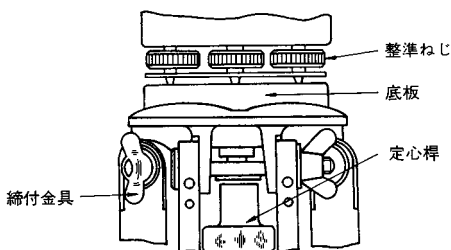

図2
1. 三脚バンドをはずし、伸縮脚の蝶ねじをゆるめます。(図2)